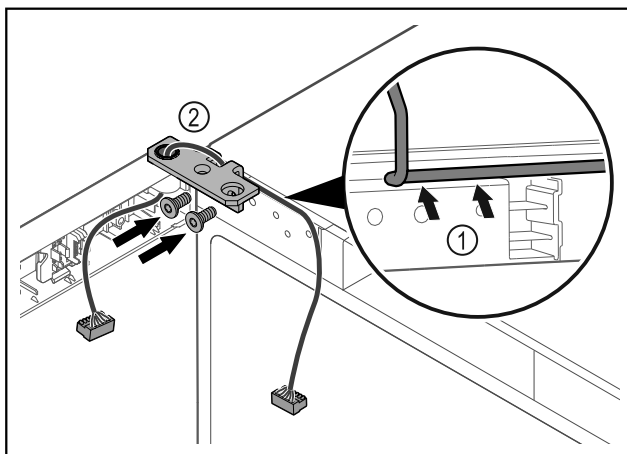

Fig. 43
- Kabel durch die Aussparung des Scharnierwinkels führen und vorsichtig verlegen Fig. 43 (1).
- Scharnierwinkel Fig. 43 (2) anschrauben.